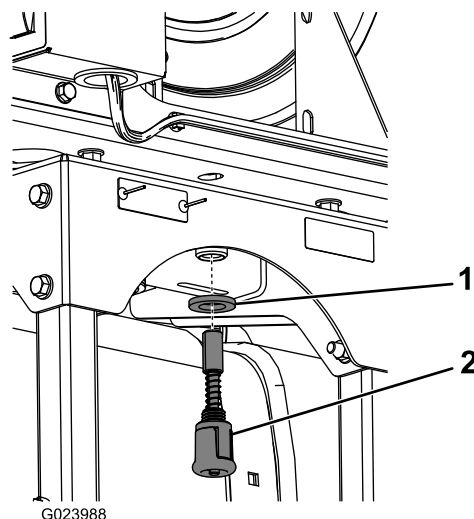

Figura 8
- Instale la arandela grande y el pasador elástico a la parte inferior del bastidor del carrete de la manguera (Figura 8).